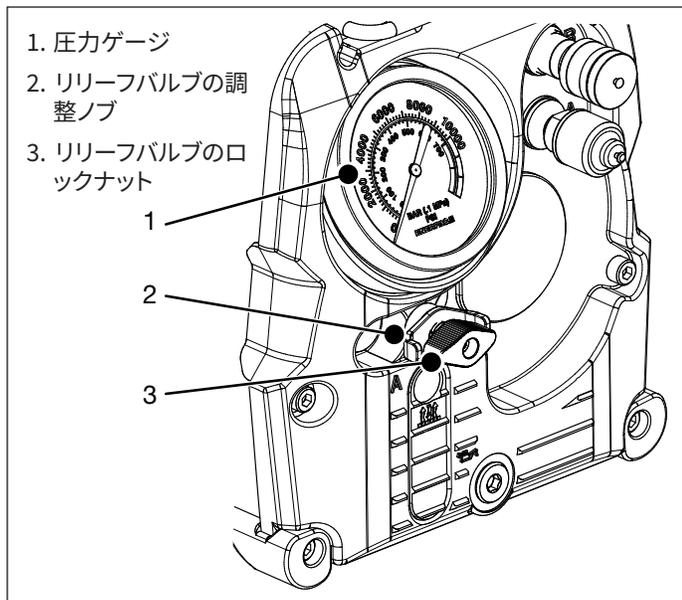

図7: リリーフバルブ調整
3. リリーフバルブのロックナットを緩め、回したときに軽く抵抗力が掛かるまでリリーフバルブ調整ノブを反時計回りに回します。図7を参照してください。